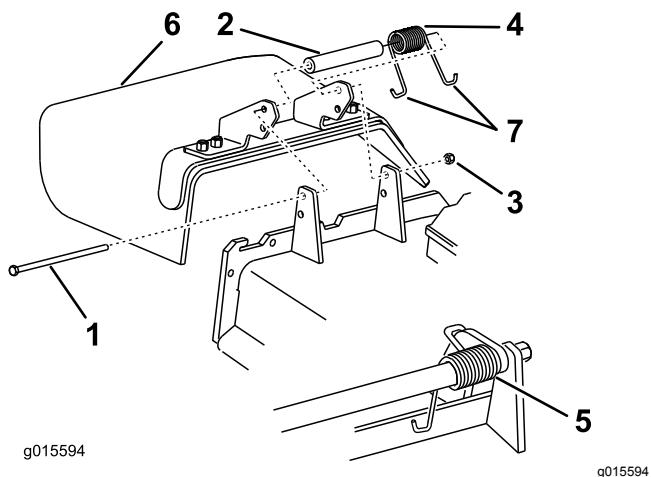

Figura 88
1. Retire la contratuerca, el perno, el muelle y el espaciador que sujetan el deflector a los soportes de pivote (Figura 88).
2. Retire el deflector de hierba dañado o desgastado (Figura 88).
**Nota:** Asegúrese de colocar un extremo con gancho en **J** del muelle detrás del reborde de la carcasa antes de instalar el perno, según se muestra en Figura 88.
6. Coloque 1 extremo en **J** del muelle alrededor del deflector de hierba (Figura 88).